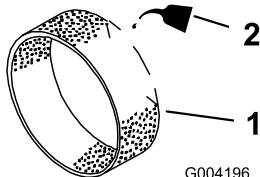

Рисунок 156
- Вылейте 3–6 мл масла на фильтр предварительной очистки (Рисунок 156).